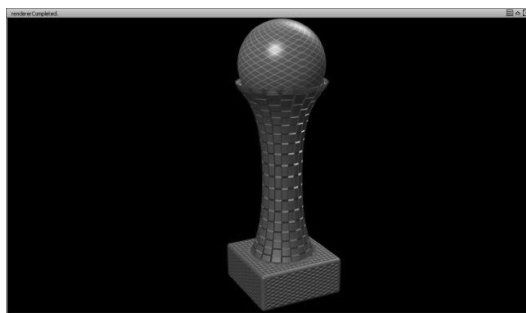

图 6-57 渲染预览
- 10 调整视图的位置，执行菜单栏中【Render】|【Direct Render】命令，在视图中出现一个渲染窗口，系统根据曲面上材质球、环境、灯光的设置，进行渲染预览，如图 6-57 所示。